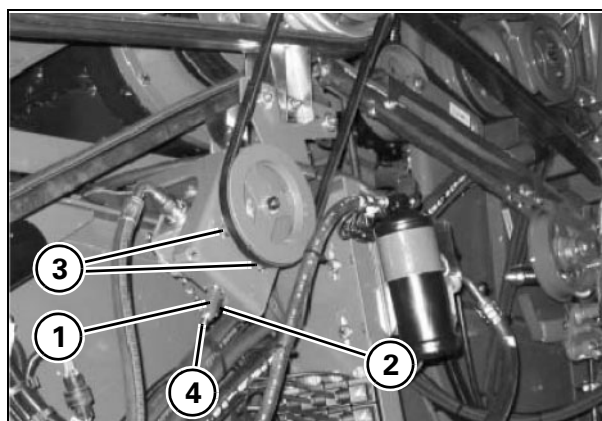

Рис. 21
**Модели MF 7260 AL-4 и MF 7270 AL-4 - Рис. 21**